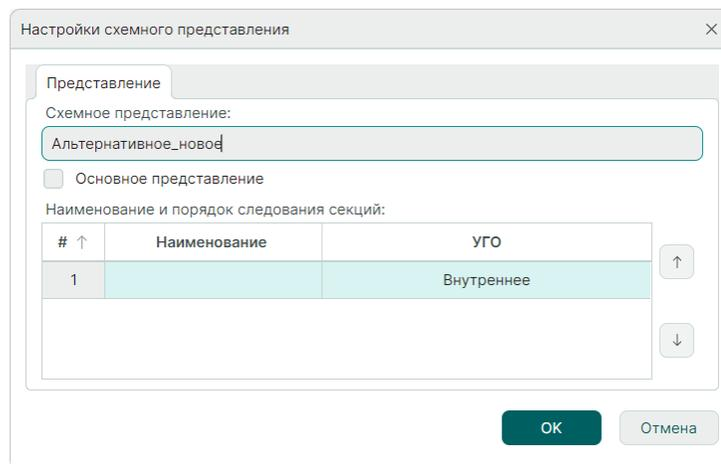

Рис. 251 Ввод нового имени схемного представления
2. Определите новое имя представления в поле «Настройки схемного представления» → «Схемное представление», см. Рис. 251.